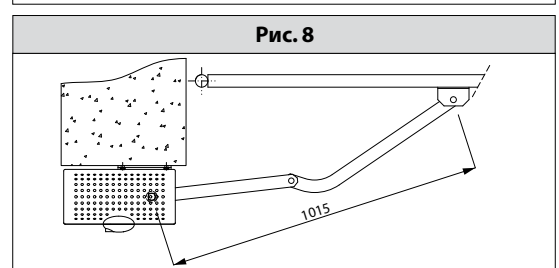

Рис. 9
### 4.2) Установка ручки разблокировки (Рис. 9).
- **ВНИМАНИЕ! Крючок втулки "D" должен быть вставлен в вилку рычага разблокировки (Рис. 9b). Если не попадает, разблокировка не работает.** Блокировка легко производится, повернув ручку "А" в сторону, обратную разблокировке: по часовой стрелке для левой створки, против часовой стрелки для правой створки и блокируется в таком положении ключом. Проверьте, что втулка "D" расположена горизонтально (Рис. 9b) и оденьте кожух, ручкой разблокировки с лицевой стороны, как показано на Рис. 9с.
Рис. 9б
Рис. 9с